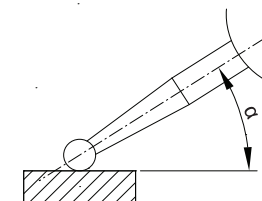

fig.5
- 4). Quando a ponta estiver em um ângulo com a direção de medição (fig. 5), a seguinte correção deve ser feita.